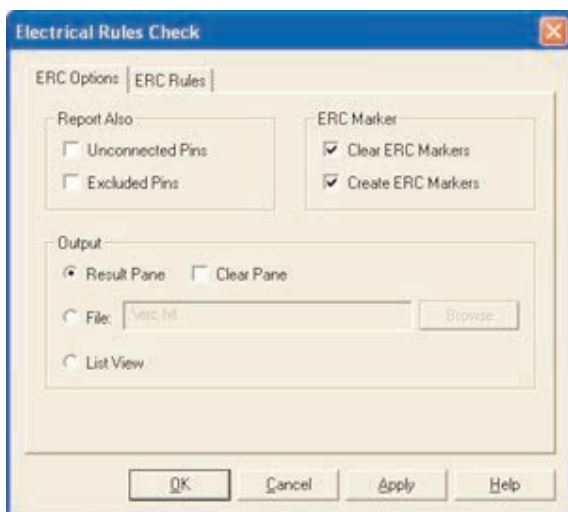

Рисунок 23 – Закладка Опции проверки
2. Настройте параметры отчета на закладке Опции проверки (ERC Options), рисунок Рисунок 23).